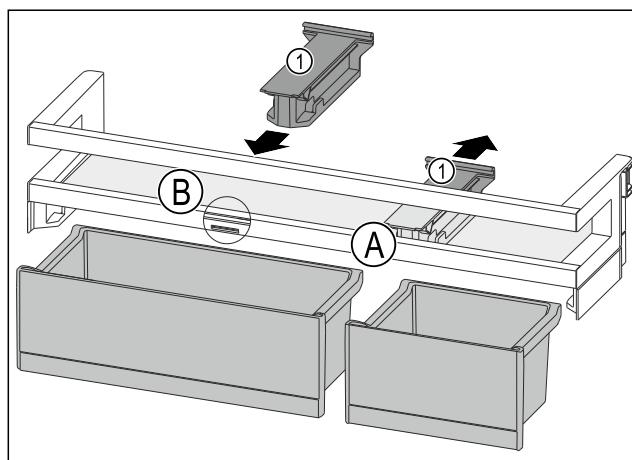

Fig. 113
- Halteteil Fig. 113 (1) in Position Fig. 113 (A) nach hinten abziehen.
- Halteteil Fig. 113 (1) in Position Fig. 113 (B) einsetzen.